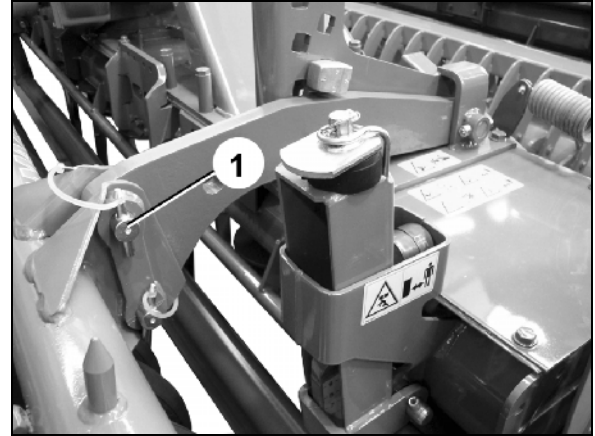

Bild 39
- Avlägsna den övre bulten (Bild 39/1) så snart kombinationen har försetts med en buren såmaskin och den buren såmaskinen blivit fästad i markbearbetningsmaskinen och välten.